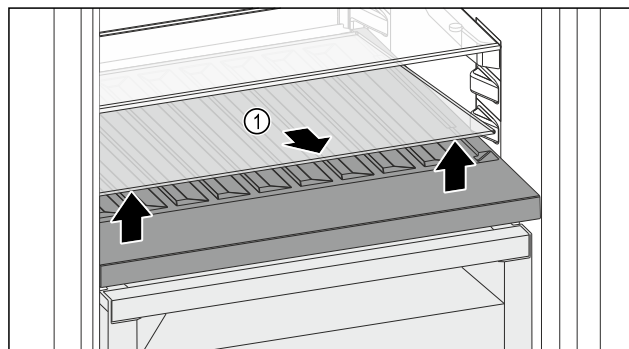

Fig. 192
- ▶ Приподнимите стеклянную пластину Fig. 192 (1) за выемку спереди и извлеките.
- ▶ Уложите стеклянную пластину Fig. 192 (1) на хранение вне устройства.
- ▶ Установите стеклянную пластину (2) под сменной полкой для хранения бутылок.